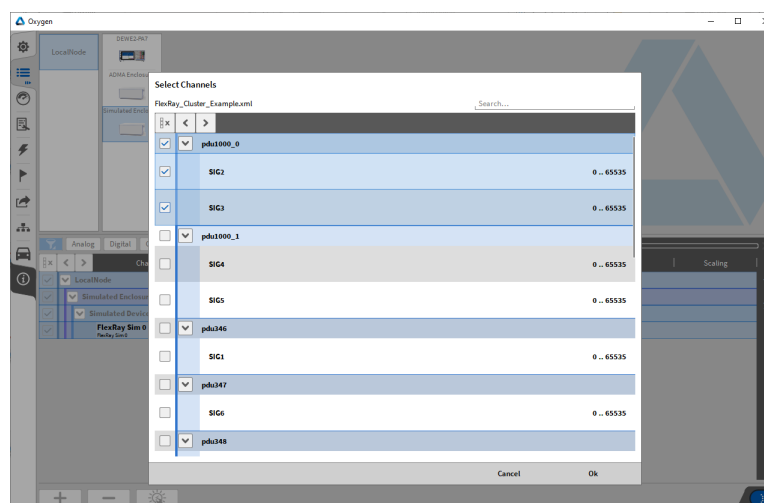

Abb. 4.60: Kanalauswahldialog
- Nachdem das fibex-File geladen wurde, öffnet ein Kanalauswahldialog (siehe Abb. 4.60), in dem die FlexRay-Messages und Kanäle, die dekodiert werden sollen, ausgewählt werden können. Es ist möglich, einzelne Kanäle, Messages oder alle Kanäle und Messages auszuwählen.